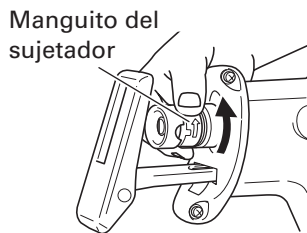

Fig. 3
(2) Gire el manguito del sujetador en la dirección de la flecha indicada en la Fig. 3 y marcada en el mismo. Si gira el manguito del sujetador hasta la mitad conseguirá asegurarlo automáticamente. (Fig. 3).
- (2) Después de haber girado el manguito del sujetador en la dirección de la flecha mostrada en la Fig. 3 y de asegurarlo, gire la hoja de manera que quede dirigida hacia abajo. La hoja debe caer por su propio peso. Si la hoja no cae, extráigala con la mano.
- (1) Después de utilizar la sierra, elimine el aserrín, el polvo, la arena, la humedad, etc. con aire o con un cepillo, etc. para asegurarse de que la montura de la hoja funciona suavemente.
- (2) Periódicamente lubrique la montura de la hoja de sierra con aceite para metales a través de la abertura hendidura semicircular, con el manguito del sujetador girado en la dirección de la flecha indicada en la Fig. 3. (Fig. 9)